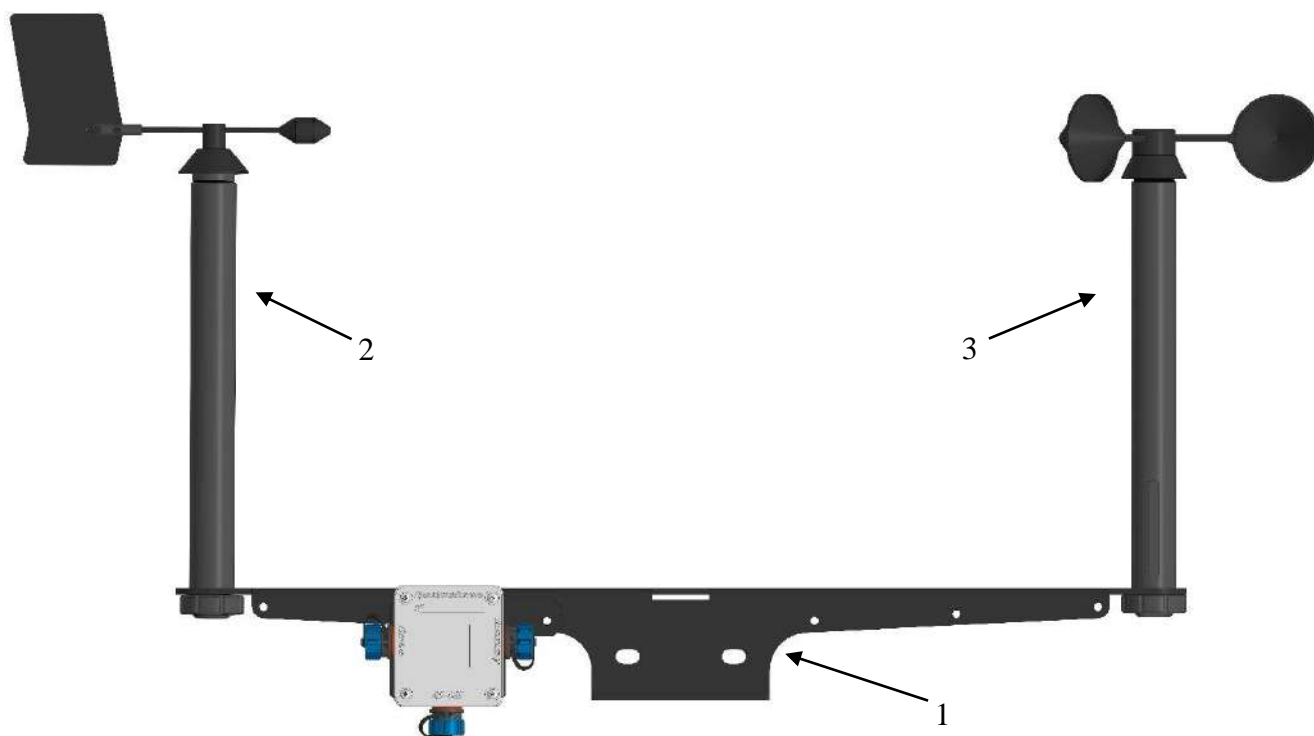

Рисунок 1–Конструкция анеморумбометра СОКОЛ–А.
Конструктивно анеморумбометр СОКОЛ–А состоит из крыла Сокол–А (1), флюгера (2) и анемометра (3) (рисунок 1).